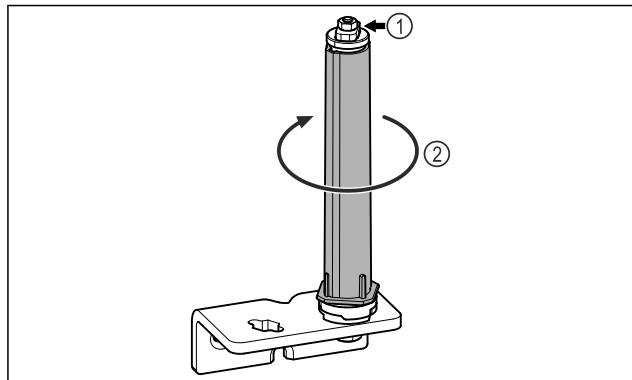

Fig. 21
- Не разглобявайте затварящата система на вратата Fig. 21 (1).
- Въртете затварящата система Fig. 21 (2), докато тя щракне.